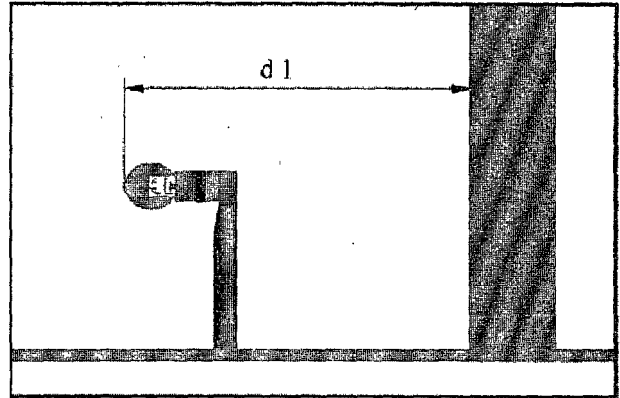

Figure 2. - Barrière MB 2 devant un obstacle
- Figure 2. - Barrière MB 2 - devant un obstacle.